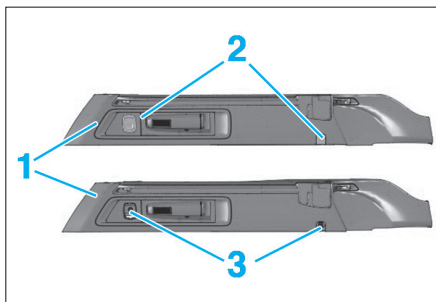

Fig. 15
- Dégrafer les obturateurs (2) (Fig.15).
- Déposer les vis (3) des garnitures (1).